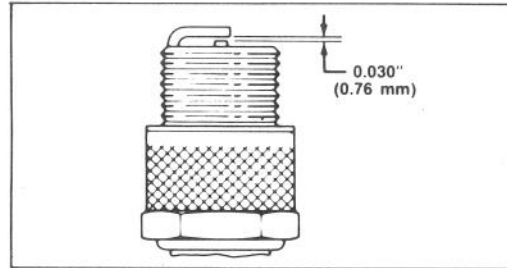

Figure 35
3. Régler l'écartement entre les électrodes de la nouvelle bougie d'allumage à 0,76 mm (fig. 35). Puis, posez la bougie sur la culasse. Serrez la bougie à 20,4 N.m. En l'absence de clé dynamométrique, serrez la bougie complètement.